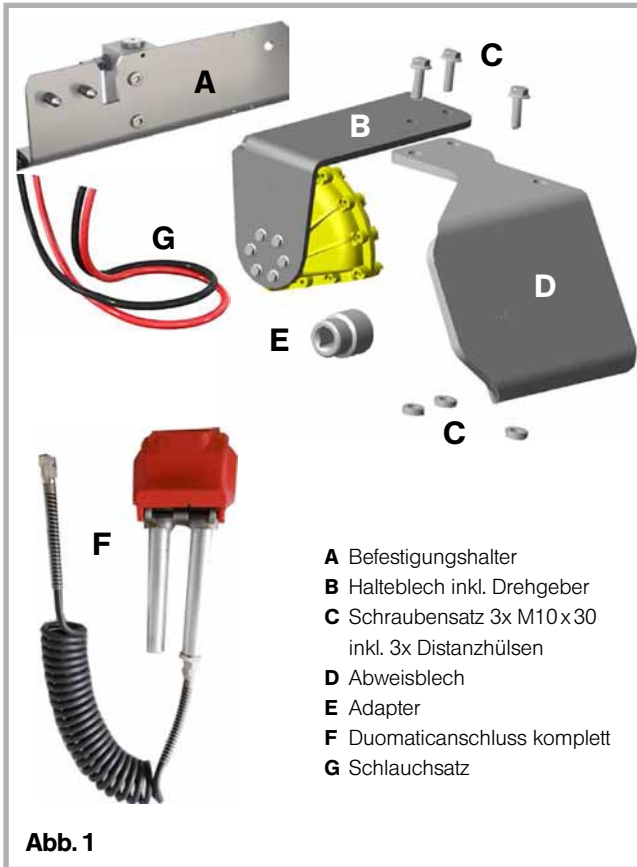

Abb. 1
- Kontrolle der gelieferten Bauteile auf Vollständigkeit (s. Abb. 1)